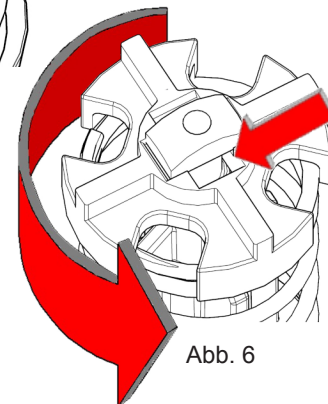

Abb. 6
6. Den Schalthebel hinunter auf AUS (abgesenkt) stellen (Abb. 6), um den Motor abzustellen.
3. Den Bypassventilhalter um 90 Grad nach rechts drehen, damit die Feder diesen zurück nach oben drücken kann, bis er Kontakt mit der Arretierzunge hat. Die Arretierzunge MUSS in der Ausnehmung im Bypassventilhalter sitzen (Abb. 6).